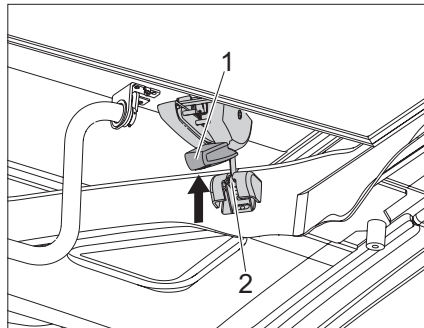

Bild 43 Dra åt låsspaken
- ▶ Före avfärd – kontrollera att låsanordningens spärrhakar (Bild 43,1) till vänster och höger är sitter korrekt. Ställ vid behov in låsanordningen i enlighet med tillverkaren SCA:s anvisningar.
- ▶ Skjut in sprinten (Bild 43,2) i fästet.
- ▶ Tryck låsanordningen (Bild 43,1) uppåt till vänster och höger.
- ▶ Kontrollera att sprinten (Bild 43,2) sitter stadigt utan att glappa.